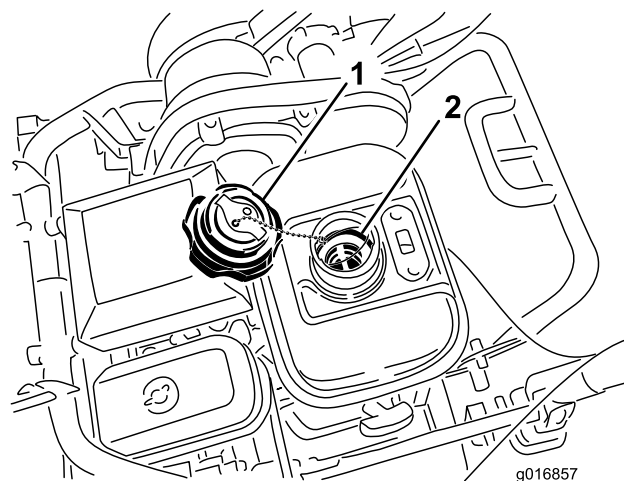

Рисунок 41
3. Вывинтите и снимите топливный отстойник с топливного бака (Рисунок 41).